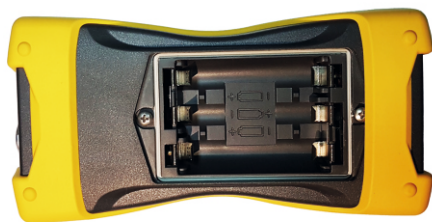

Рис. 10. Батарейный отсек
- Батарейный отсек прибора показан на рис. 10. Прибор поставляется с установленными аккумуляторными батареями (3шт.АА NiMH). Перед началом работы аккумуляторные батареи следует зарядить.